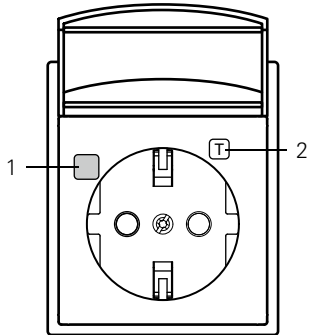

Bild 2
- FI-Schutzsteckdose (IP 44) bei geschlossenem Deckel, Bild 2